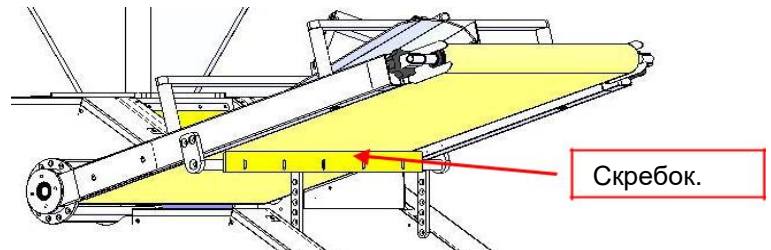

Рисунок 21: скребок с конвейера
1. Конвейер снабжен скребком, который служит для снятия налипаний его нужно периодически очищать (рис. 21). Раз в неделю, удалите налипания на скребке и если нужно очистите ленту влажной тканью.